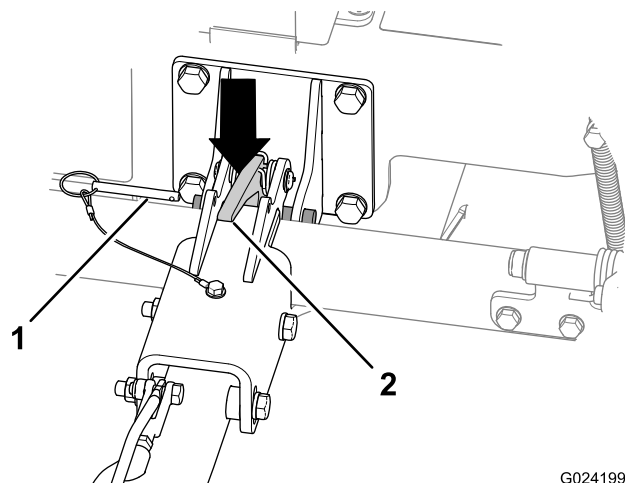

图27
- A. 拔出锁定销 图27。
- C. 向下推压挂钩门锁以打开挂钩门锁 图27。